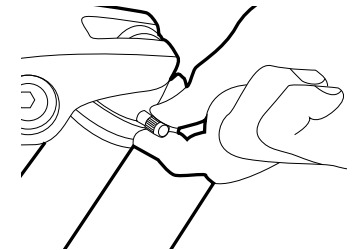

Afbeelding 22. SAG-regelaar
- Stap voorzichtig van je fiets om bruuske bewegingen te voorkomen en meet de SAG (zie *Afbeelding 22*). Een te kleine SAG betekent dat er te veel druk op je vork zit. Laat in dat geval lucht van je vering. Een te grote SAG wijst daarentegen op onvoldoende lucht. In dat geval moet je bijpompen. Dat doe je zo:
Je Moustache is uitgerust met een sticker die aan de hand van een rode glijdende schaal de SAG aangeeft. Je hebt de ideale SAG bereikt als de O-ring overeenkomt met de rode schaal, zoals wordt weergegeven op *Afbeelding 22*. Zit de O-ring voorbij deze markering, dan is er meer lucht in je schokdemper nodig. Of als de ring de markering niet bereikt heeft, zit er te veel lucht in je schokdemper.